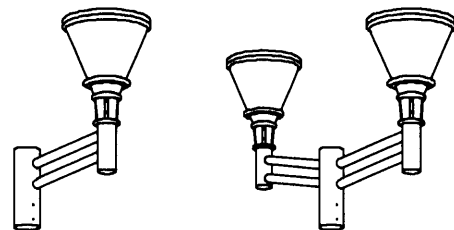

図6
- ④ 再び上蓋を器具にかぶせ、上蓋固定ねじでしっかり固定してください。(図6)